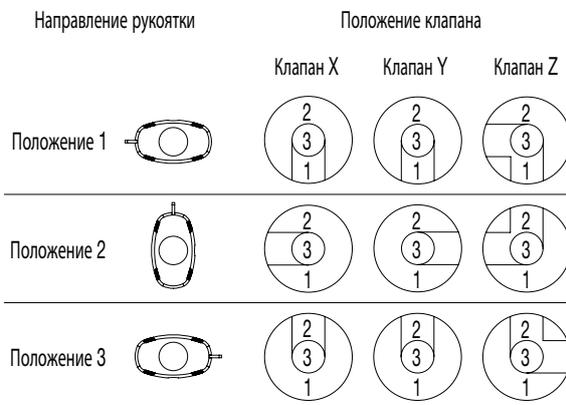

Рис. 8. Схема 3-клапанного узла модуля отбора проб (GSM)
2. Переведите рукоятку в положение 2. (Схему 3-клапанного узла см. на рис. 8.) Отметьте положение шестерней, поскольку при сборке их необходимо установить в том же положении.
2. Переведите рукоятку в положение 1. (Схему 3-клапанного узла см. на рис. 8.) Отметьте положение шестерней и рукоятки, поскольку при сборке их необходимо установить в том же положении.
2. Переведите рукоятку в положение 1. (Схему 3-клапанного узла см. на рис. 8.) Отметьте положение шестерней, поскольку при сборке их необходимо установить в том же положении.